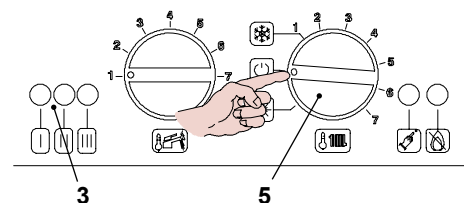

Figura 5.51
- Posizionare il selettore 5 come indicato in Figura 5.51 per uscire dalla programmazione.